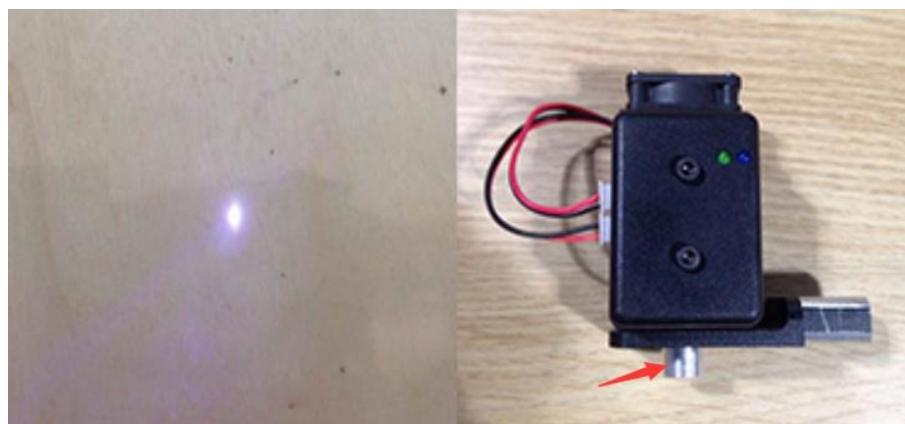

图 5.79 调整激光焦距
- 如果激光始终无法聚焦，可能是激光头的焦距过长，可以旋转激光头底部的金属旋钮进行聚焦（如图 5.79 右图所示的旋钮）。